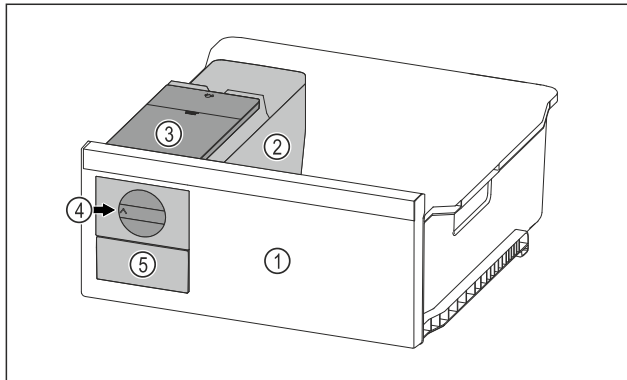

Fig. 84 Représentation à titre d'exemple
- ▶ Tourner le bouton rotatif *Fig. 84 (4)* dans le sens horaire jusqu'à la butée.
- ▷ Les glaçons tombent du bac à glaçons dans le tiroir à glaçons *Fig. 84 (5)*.